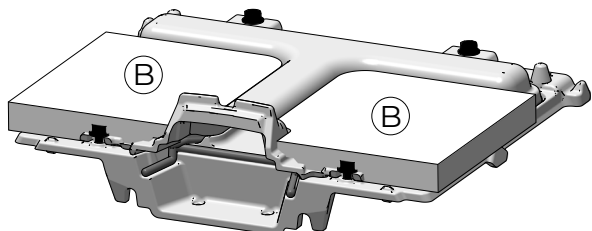

Abb. 7.13
8	Setzen Sie die neue Hinterplatte auf die hinteren Isolierplatten (B) (Abb. 7.13)